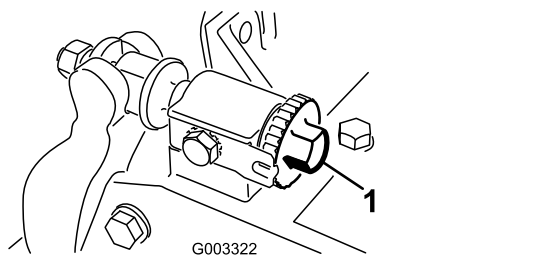

图12
- 逆时针旋转底刀架调节螺丝确保底刀架不与滚刀接触 图12。